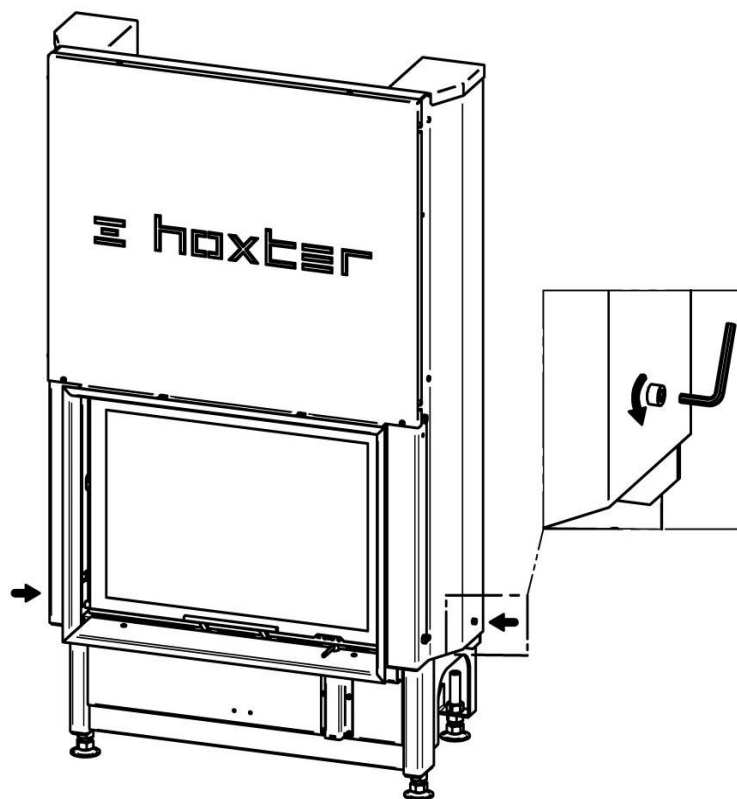

Рис. 3
- После установки каминной топки, открутите два транспортировочных болта, как показано на рис. 3 (транспортировочные болты расположены с двух сторон топки и четко обозначены).